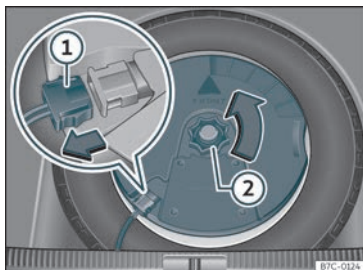

Fig. 214 Na bagageira: desmontar o subwoofer.
- Desligue o cabo do altifalante *subwoofer* »» Fig. 214 ①.
- Rode a rodinha de fixação no sentido contrário ao dos ponteiros do relógio»» Fig. 214 ②.